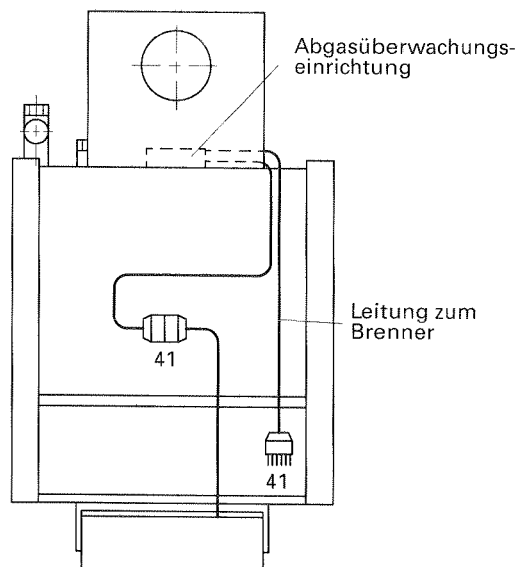

Abb. 11
- Heizkessel mit Abgasüberwachungseinrichtung siehe Abb. 11,